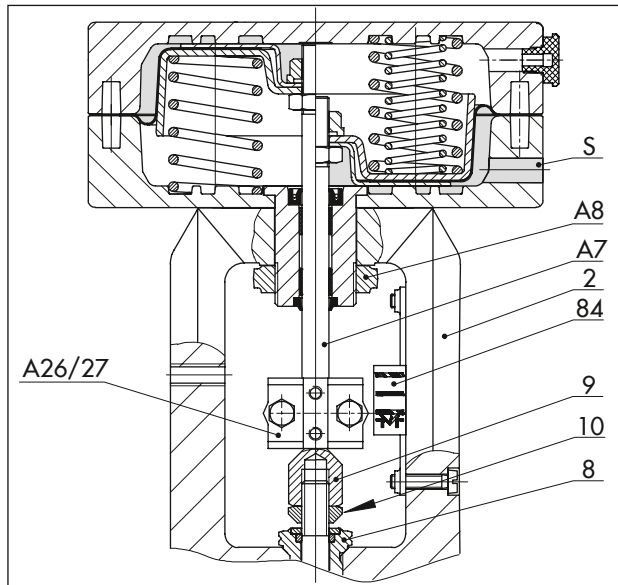

Bild 12: Pneumatischer Antrieb Typ 3271 an Ventil der Bauart 240
Vgl. Bild 12
- ⇒ Stelldruck an den unteren Stelldruckanschluss (S) anschließen, vgl. Bild 12. Der Stelldruck wird über die untere Membrankammer geführt und bewegt die Antriebsstange (A7) gegen die Federkraft nach oben.